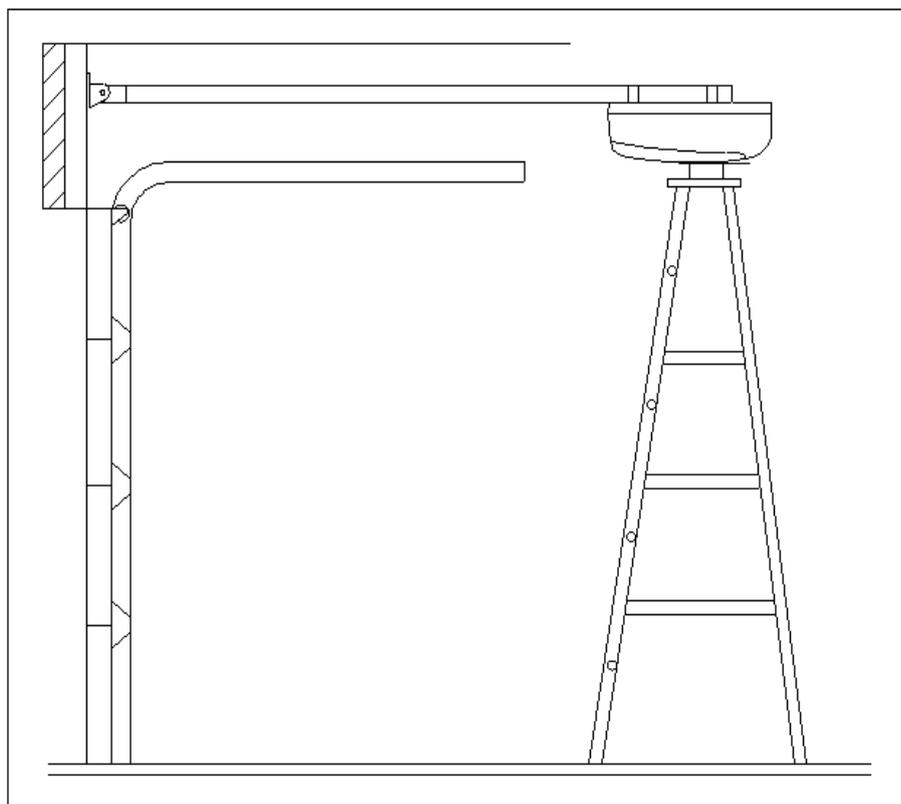
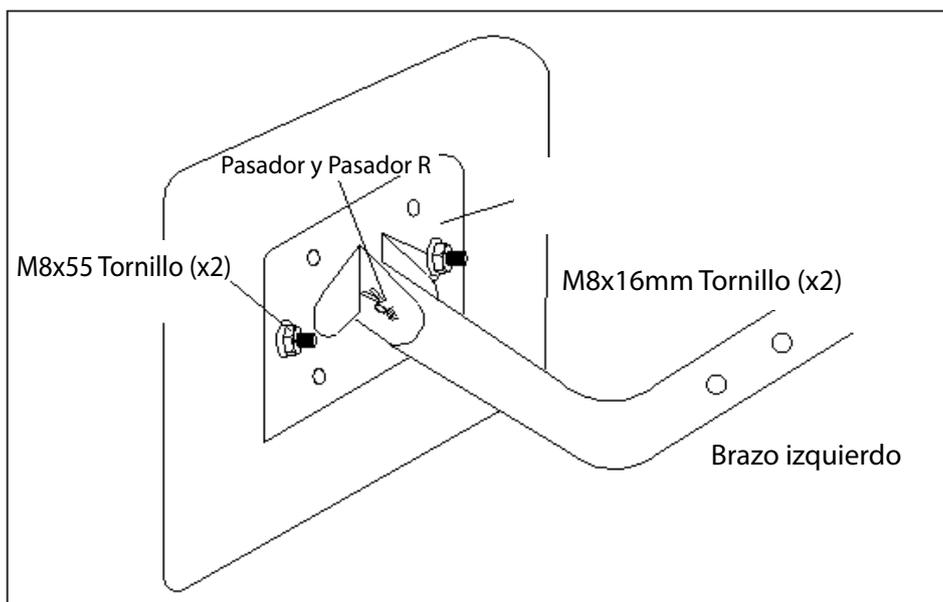
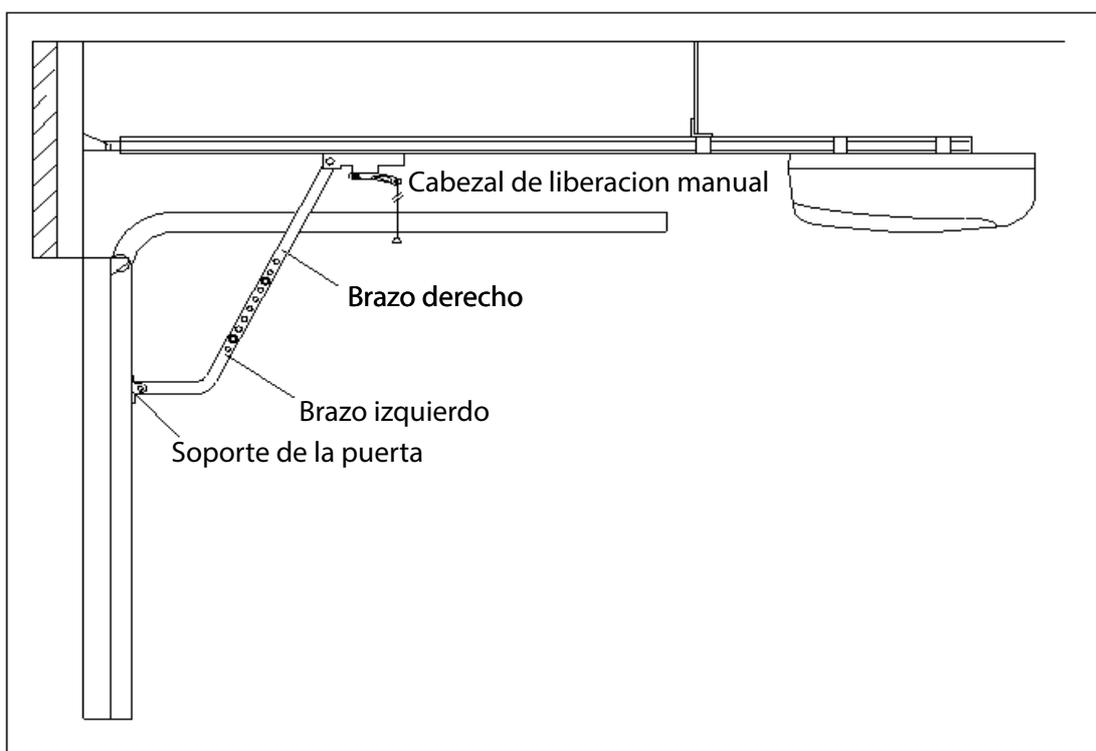

Fig. 8
Fig. 9
Fig. 10
- . Fije el soporte de la puerta en el borde superior de la puerta con tornillos (M8x55) y tapas roscadas (M8). Conecte el brazo L al soporte de la puerta con el pasador y el pasador R. Conecte el brazo recto a la carro con el pasador y el pasador R, luego conecte el brazo L al brazo recto con dos tornillos (M8x16) y las tapas de los tornillos (M8), asegúrese de que el brazo de la puerta se pueda mover libremente. Ver Fig.8, Fig.9 y Fig.10.